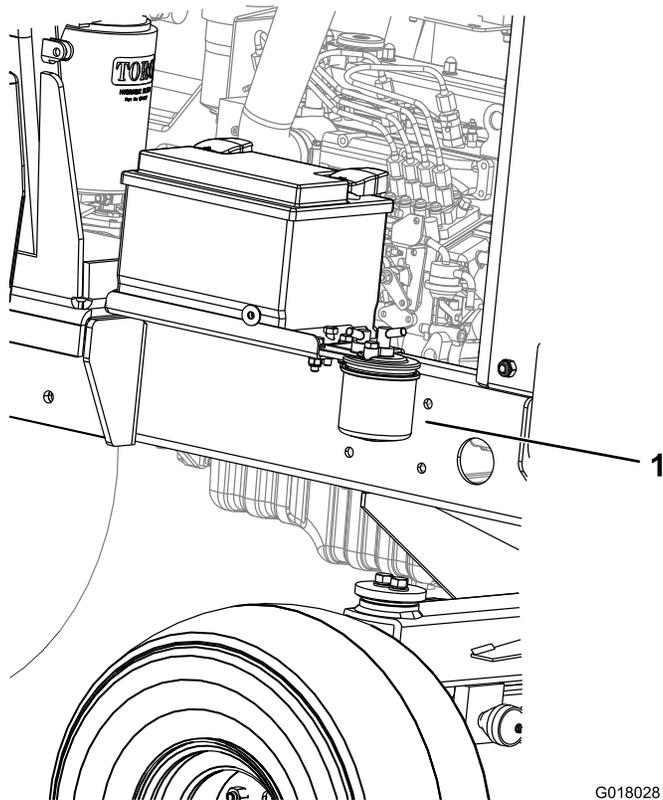

Bild 52
1. Stellen Sie einen sauberen Behälter unter die Kraftstofffilterglocke (Bild 52).